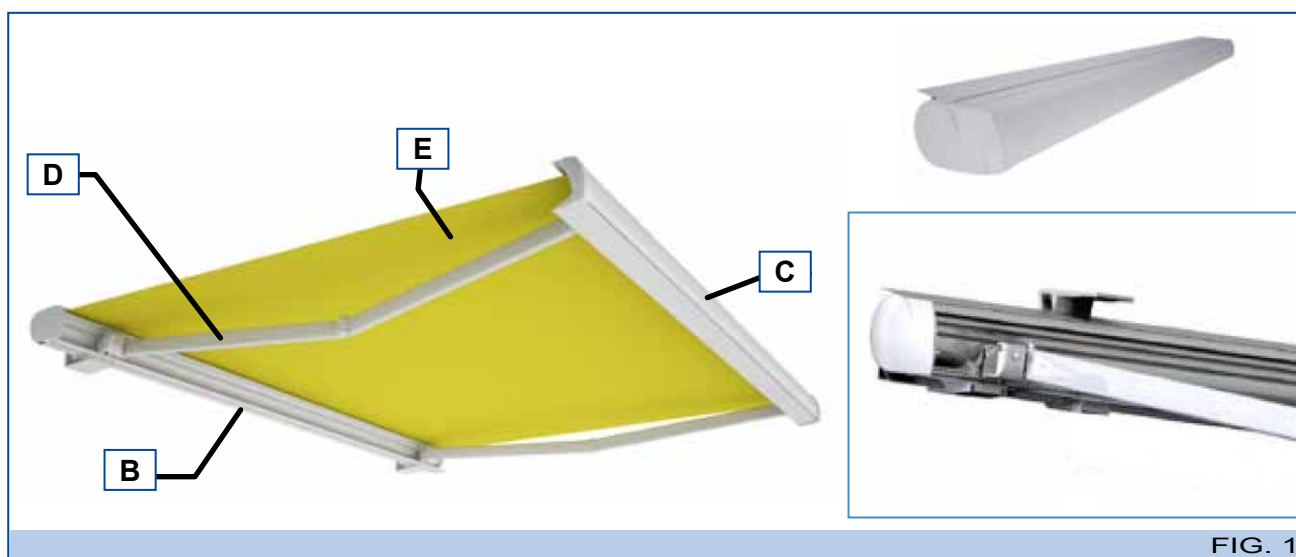

FIG. 1
- Metallgestell: ein Tragrahmen, der die Öffnungs- und Schließbewegung der Markise ermöglicht. Es besteht aus einer verstellbaren Kassette (B - Abb. 1), einem Fallstangenprofil (C - Abb. 1), mechanisierten, ausfahrbaren Gelenkarmen (D - Abb. 1) mit ummantelten Seilen oder einer Edelstahlkette und einer Tuchwelle.
- Tuch (E - Abb. 1): dient als Abdeckung und Schutz der Markise.